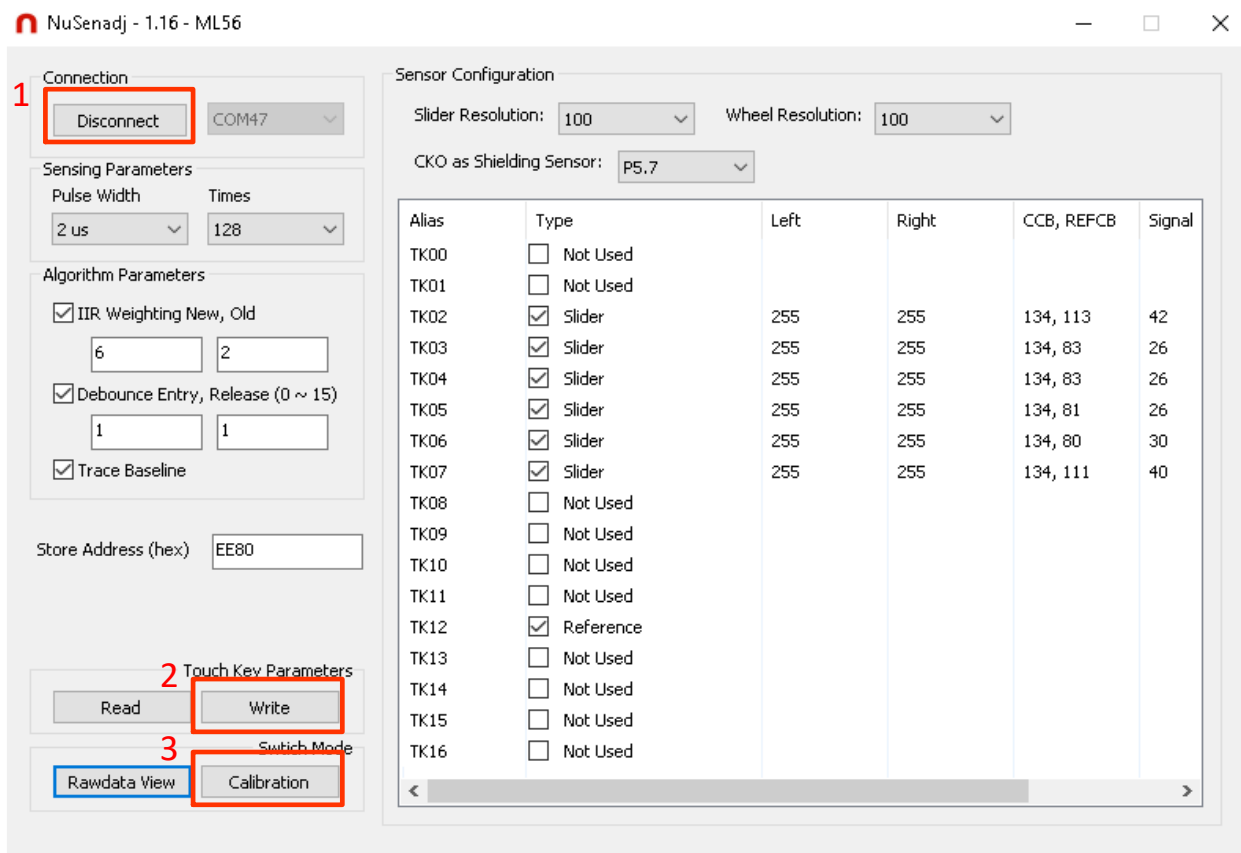
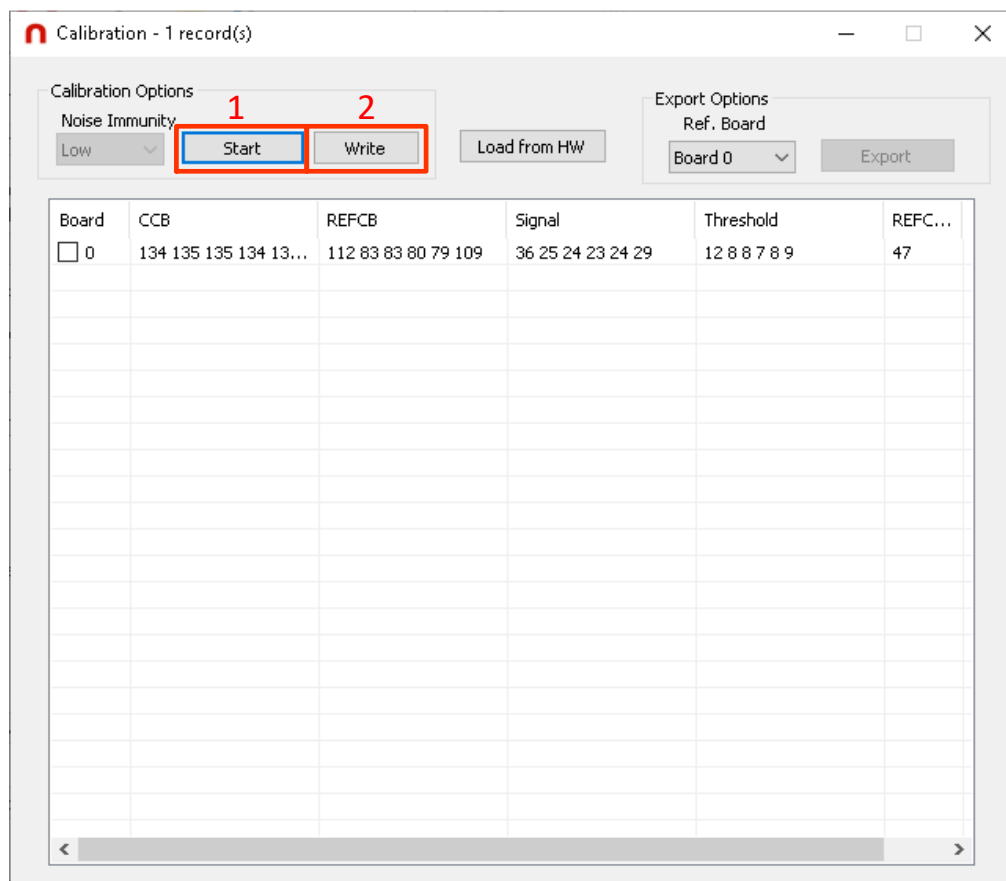

图 1-6 设定校正参数
图 1-7 进入校正程序
2. 使用 NuSenadj.exe 设定校正参数与启动校正程序，如图 1-6 与图 1-7 所示。